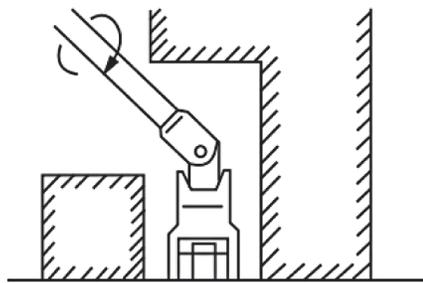

图 1-2-18 延长杆和万向节的配合使用
(2) 延长杆和万向节
① 当螺母在很深的凹进处,套筒不能套到螺母上时,使用合适长度的延长杆使操作变得可行。延长杆有各种长度的,应该选择便于工作的延长杆。
② 在延长杆不能直立插入的地方,使用万向节能使操作变得可行,如图 1-2-18 所示。
③ 工作中结合使用延长杆和万向节应小心,因为套筒容易从螺母脱离。此外,当延长杆倾斜时,需注意套筒此时无法提供准确的扭矩。